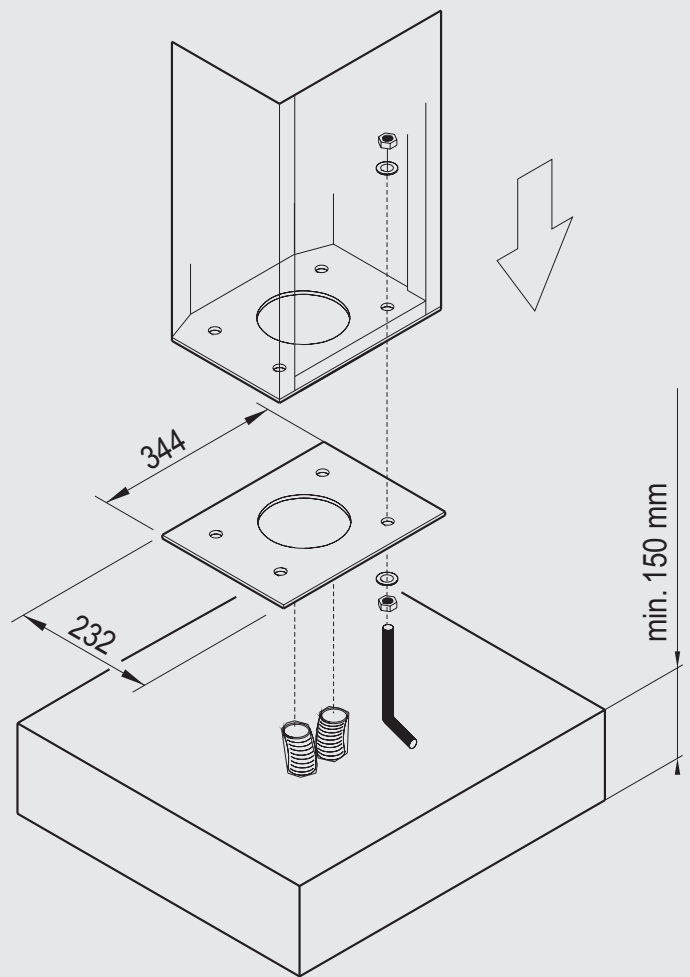

Fig. 3 / Abb. 3
- 3) Eseguire il montaggio piastra-zanche (Fig.3).
- 3) Exécuter le montage plaque-boulons de serrement à crans (Fig.3).
- 3) Realizar el montaje plancha-bulones de anclaje (Fig.3).
- 3) Assemble the plate-rag bolts (fig. 3).
- 3) Die Montage Platte-Anker (Abb. 3) durchführen.
- 3) Monteer de plaat met de ankers (fig. 3).